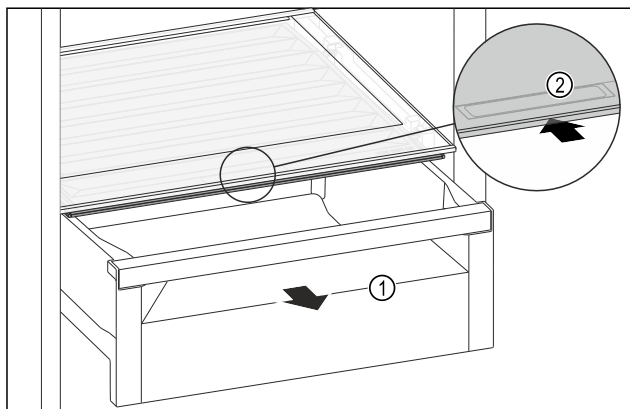

Fig. 207
- Dra ut utdragslådan Fig. 207 (1).
- Ta tag i fördjupningen Fig. 207 (2) på facklocket och skjut samtidigt facklocket bakåt.